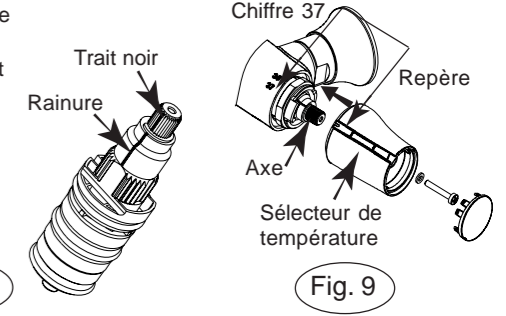

Fig. 9
- Remonter le sélecteur de température (sans tourner l'axe) en alignant le chiffre 37 avec le repère (fig. 9).